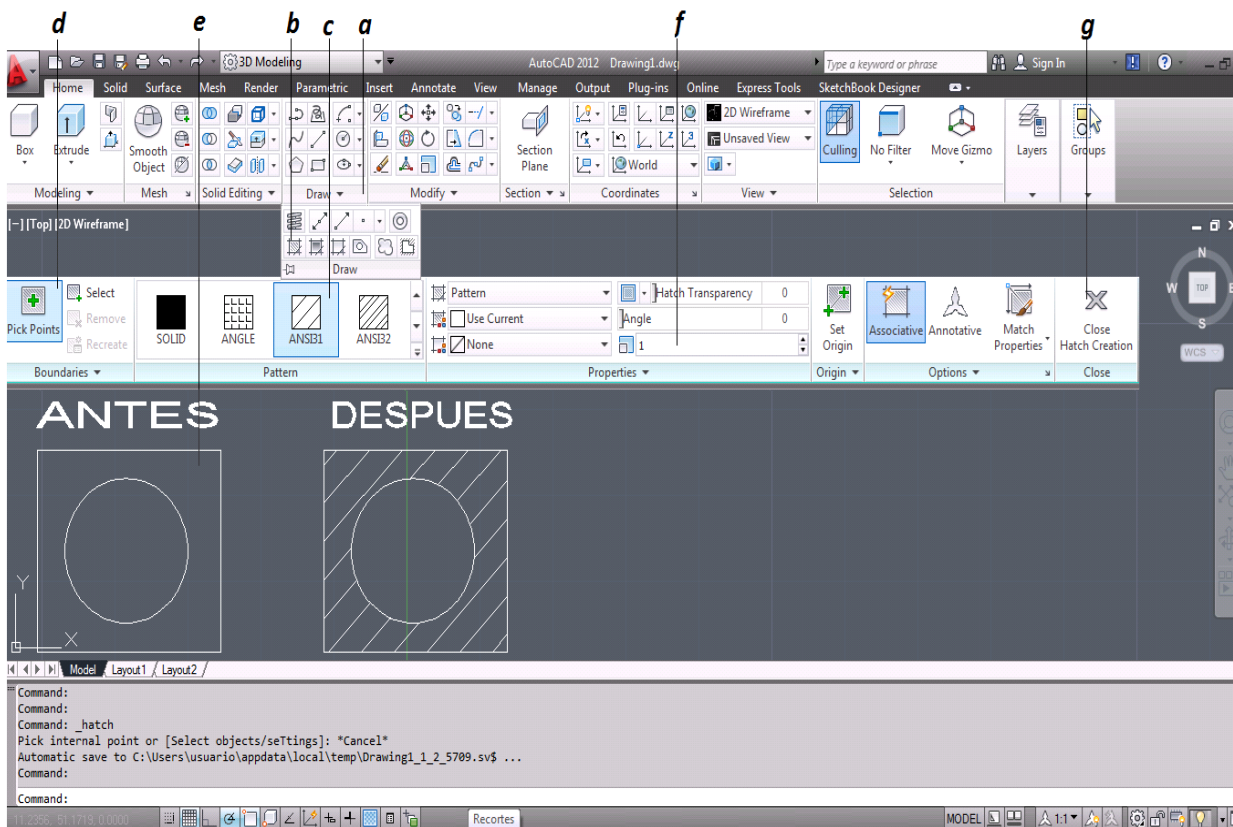

Figura 3.53 Sombreado
- a. Se selecciona la flecha del icono Dibujar (*figura 3.53*).
- b. Se selecciona el icono Sombreado [Hatch] (*figura 3.53*).
- c. Se selecciona el estilo de sombreado ANSI31 de la lista de Patrones [Pattern] (*figura 3.53*).
- d. Se selecciona el Botón Designar Punto [Pick Point] (*figura 3.53*).
- e. Se da clic dentro del área a sombrar (*figura 3.53*).
- f. En la caja de Texto Escale [Scale] del Grupo Propiedades, para definir la separación entre líneas (*figura 3.53*).
- g. Clic en el botón Cerrar Creación de Sombreado para terminar el comando (*figura 3.53*).